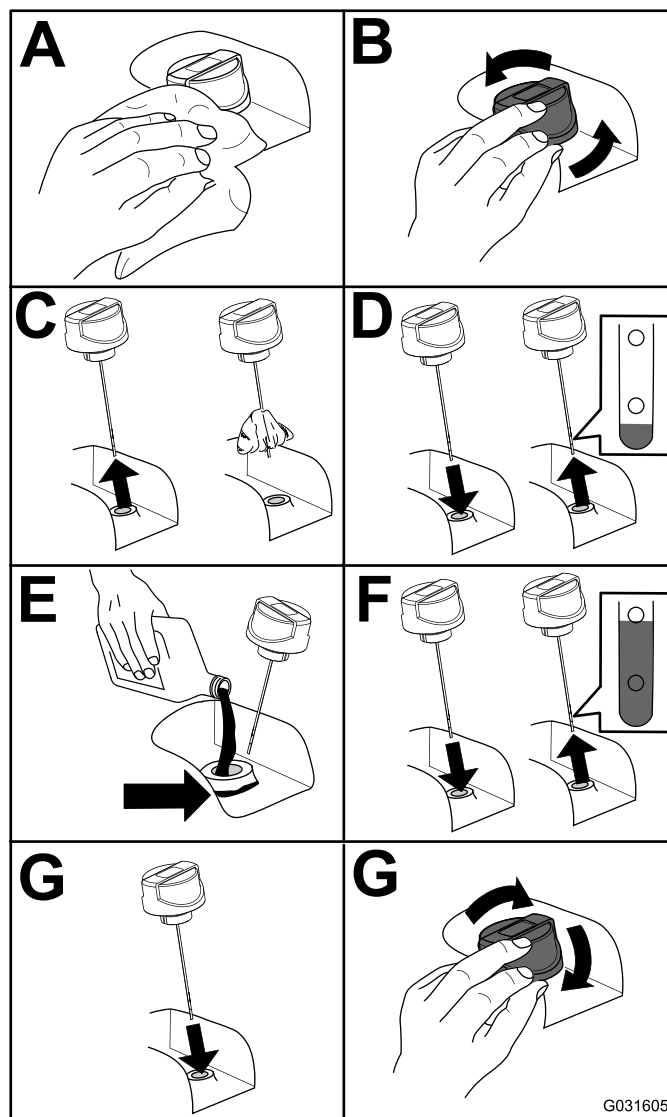

Рисунок 55
2. Проверьте уровень гидравлической жидкости (Рисунок 55).